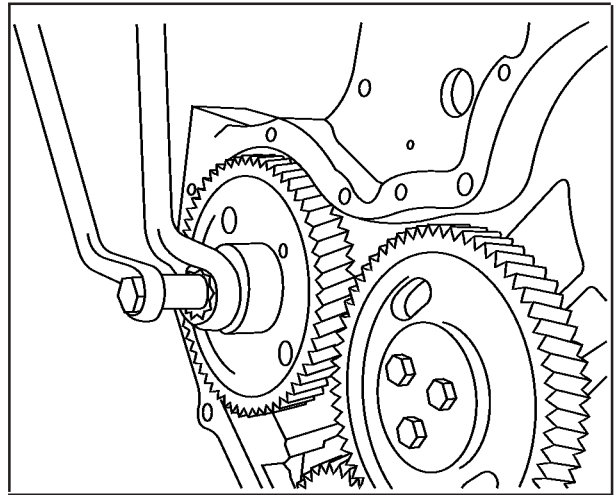
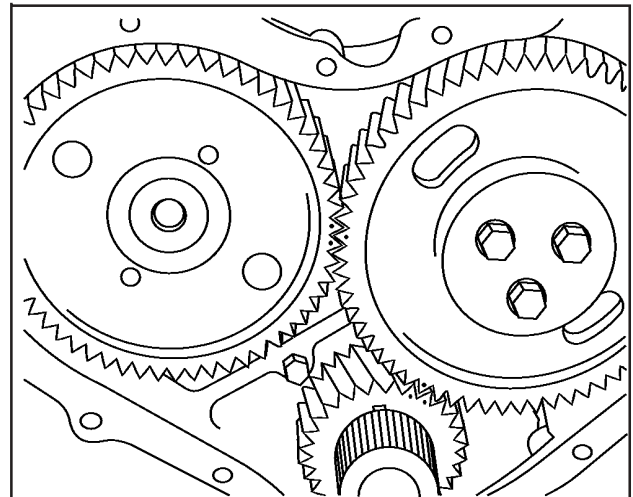

FIG 18
FIG 19
12. Monte engrenagem da árvore de comando das válvulas com a ferramenta nº 81 30 414, **Fig. 18** posicionando as marcas de sincronismo corretamente, **Fig. 19.**